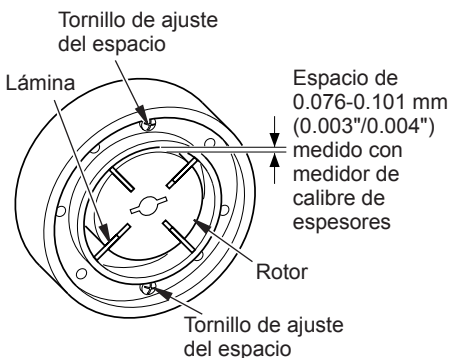

Figura 20 - Ubicaciones del tornillo de ajuste del espacio
9. Revise el espacio libre del rotor. Ajústelo a 0.076/0.101 mm (0.003"/0.004") si es necesario (consulte la figura 20).